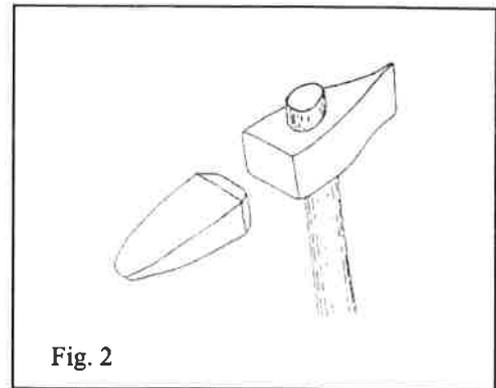

Fig. 2
- Les outils qui ne présenteraient pas les garanties suffisantes devront être proscrits du chantier. (Fig. 2)